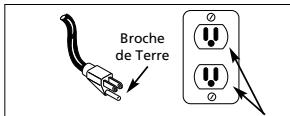

Figure 3 - Méthode de mise à la terre
1. Ce produit est conçu pour l'utilisation d'un circuit de 120 volts et a une fiche de mise à la terre comme celle indiquée sur la Fig. 3. Assurer que le modèle est branché à une prise de courant qui a la même configuration que la fiche. Ce produit doit être mis à la terre. Dans l'évenement d'un court-circuit, la mise à la terre diminue le risque de secousse électrique en fournissant un fil d'échappement pour le courant électrique. Ce produit est équipé avec un cordon qui a un fil de terre avec une fiche de terre. La fiche doit être branchée dans une prise de courant qui a été installée et mise à la terre correctement en respectant tous les codes et règlements locaux.